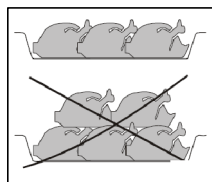
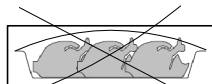
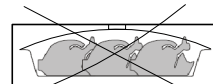

Fig.1
Fig.2
Fig.3
- * Quando se efetua a carga no equipamento evitar de sobrepor os alimentos (Fig.1), não cobrí-los com película isolante (Fig.2) ou tampas (Fig.3).